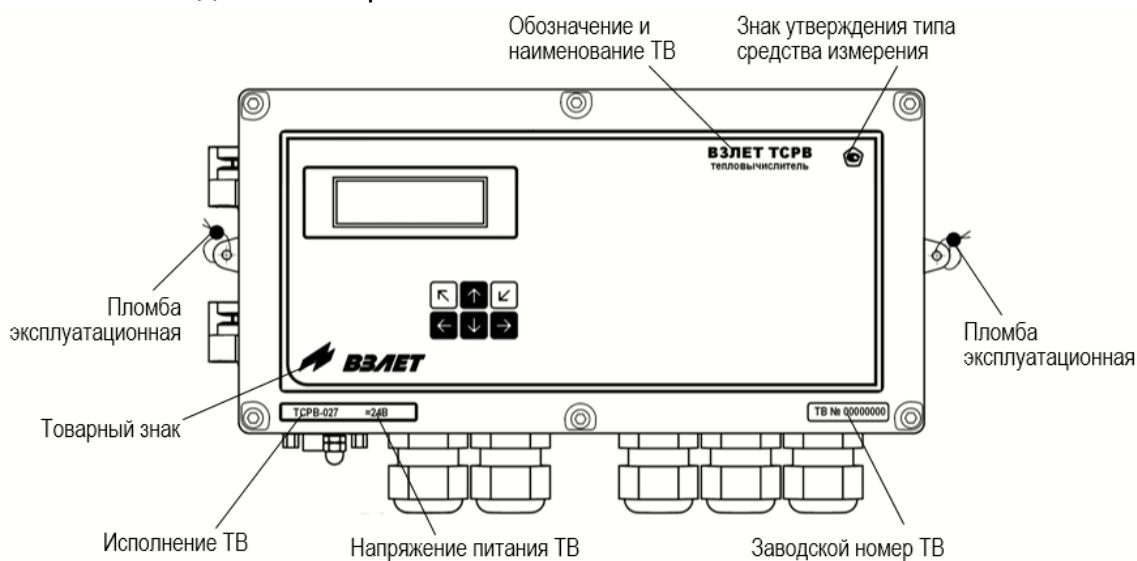

Рис.3. Вид и размещение маркировки ТВ.
1.7.1. Маркировка на лицевой панели ТВ (рис.3) содержит:
1.7.2. После поверки пломбируется колпачок, закрывающий контактную пару J3 разрешения модификации калибровочных параметров ТВ, а также один из винтов, скрепляющих субблок обработки данных (рис.А.12 ч.II РЭ). Для защиты от несанкционированного доступа при транспортировке и хранении могут пломбироваться проушины на субблоке обработки данных и блоке коммутации (рис.3).
1.7.4. Для защиты от несанкционированного доступа при эксплуатации могут быть опломбированы проушины на субблоке обработки данных и блоке коммутации (рис.3).